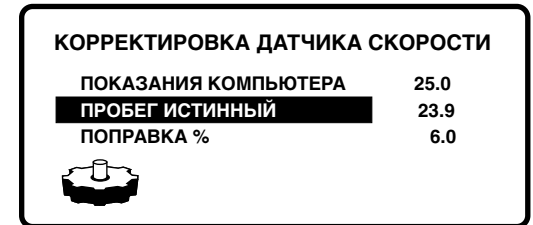

Рис. 4.6
☞[<>] - **подтвердите свой выбор**, на экране появится подменю установок. Например, рис. 4.6.
1. ☞[<>] - **входим в установку первого разряда**. Например рис. 4.6. Цифровое поле инвертируется и мигает устанавливаемый разряд.